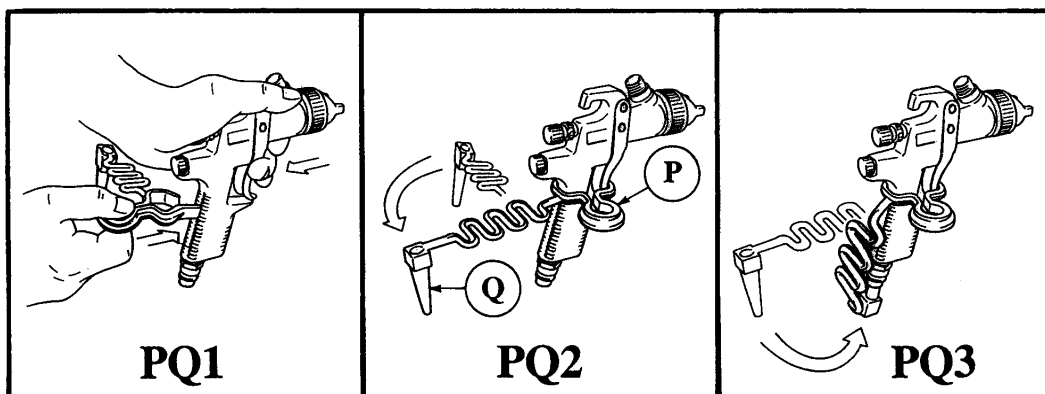

Abbildung PQ1 – PQ2 – PQ3
Die Düse, den Deckel und den Becher der Spritzpistole abmontieren. Den Abzug der Pistole mit dem Haken (P) ziehen und das Loch der Luftzuleitung mit dem Stöpsel (Q) verschließen (siehe Abb. PQ1, PQ2, PQ3). Die Spritzpistole aufrecht, wie bei Gebrauch, auf die Halterung U stecken. Die bewegliche Düse L3 in das Loch an der Farbeingangsseite stecken. Den Becher umgekehrt auf die Halterung F stülpen. Den Deckel vom Becher mit der Innenseite nach unten auf die Halterung H stecken. Die Düse der Pistole umgekehrt auf die Halterung R stülpen. Anschließend die Klappe (Abb. 1/6) der Waschmaschine schließen. Die Membranpumpe einschalten und dazu den Timer (Abb. 1/14) auf das Maximum stellen. Nach Ablauf vom Waschzyklus schaltet sich die Pumpe automatisch ab.
Die Düse, den Deckel und den Becher der Spritzpistole abmontieren. Den Abzug der Pistole mit dem Haken (P) ziehen und das Loch der Luftzuleitung mit dem Stöpsel (Q) verschließen (siehe Abb. PQ1, PQ2, PQ3). Die Spritzpistole aufrecht wie bei Gebrauch auf die Halterung Y stecken. Die bewegliche Düse Z in das Loch an der Farbeingangsseite stecken. Den Becher umgekehrt auf die Halterung F stülpen. Den Deckel vom Becher mit der Innenseite nach unten auf die Halterung H stecken. Die Düse der Pistole umgekehrt auf die Halterung R stülpen. Anschließend die Klappe (Abb. 1/6) der Waschmaschine schließen. Die Membranpumpe einschalten und dazu den Timer (Abb. 1/14) auf das Maximum stellen. Nach Ablauf vom Waschzyklus schaltet sich die Pumpe automatisch ab.